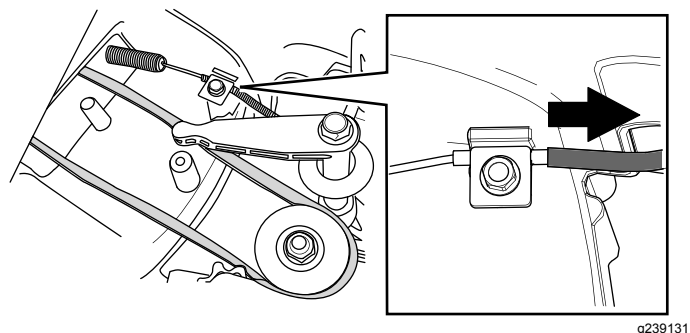

Figure 34
6. Tirez sur la gaine du câble jusqu'à ce qu'il n'y ait plus de mou (Figure 34).